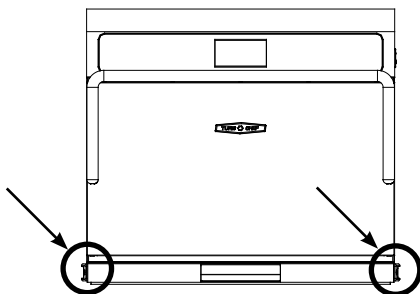

Bild 3: Lage der Handgriffe
- !** WARNUNG: Nur an den Handgriffen heben (Bild 3 unten). Das Gerät nie am Türgriff heben.
3. Mit den Händen die Griffe umfassen (siehe Bild 3) und anheben.